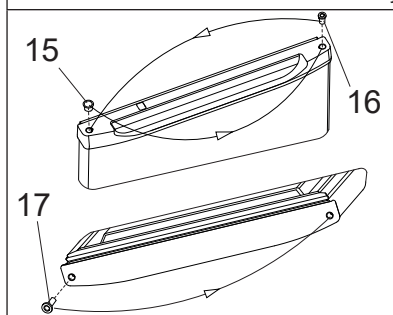

Рисунок 10
13. На верхней стороне дверей переставьте заглушку 15 и втулку 16 местами (см. рис. 10). Убедитесь в правильности установки втулки - выступ на втулке должен совпадать с пазом посадочного места в накладке двери. На нижней стороне дверей переставьте втулку 17 на противоположную сторону (см. рис. 10).